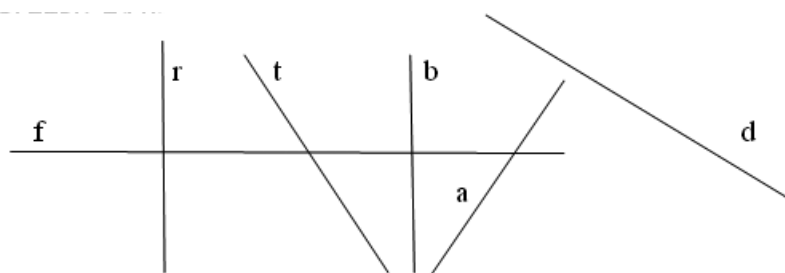

Рис.1 Прямые.
1. Какие из прямых, представленных на Рис.1 являются параллельными?
2. Какие из прямых, представленных на Рис.1 являются перпендикулярными?